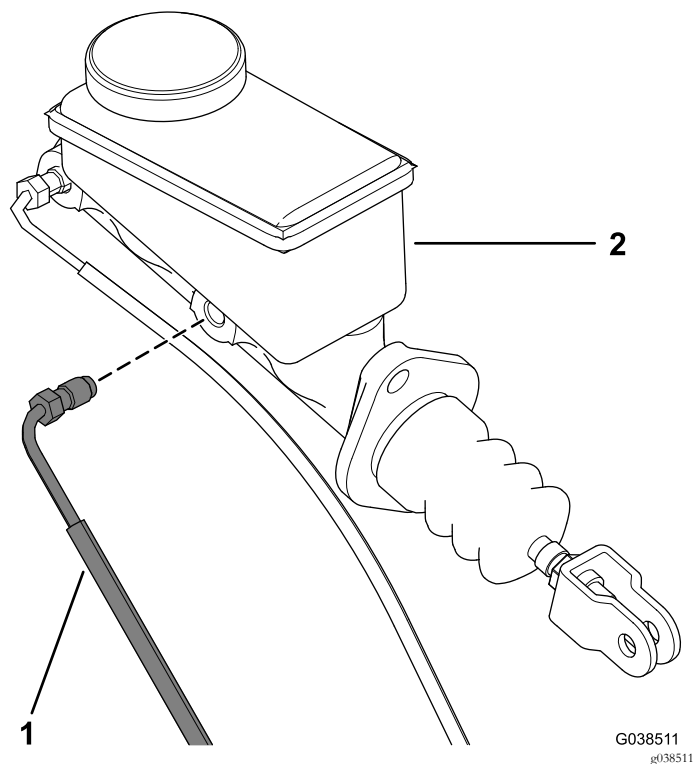

Figura 5
5. Retire a linha do travão frontal do cilindro principal (Figura 5).
1. Instale a linha do travão frontal do cilindro principal (**Figura 5**).